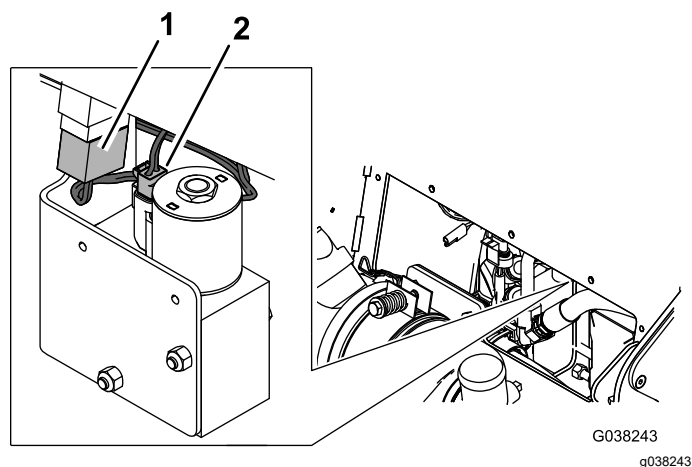

Figura 30
4. Conecte el arnés de cables del kit al interruptor y a la válvula de bajo caudal (Figura 30).